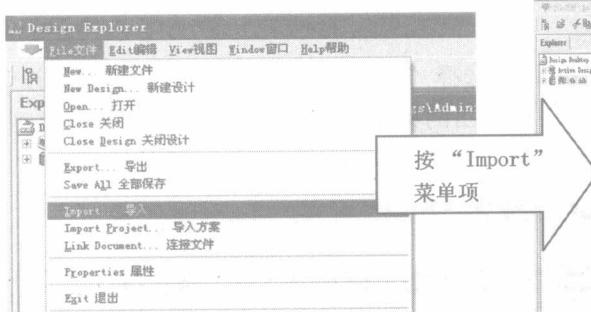
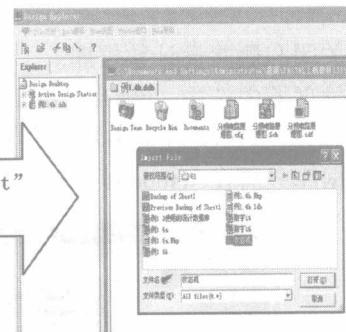

图 1-12 选择“Import”菜单项
图 1-13 “Import File”对话框
(1) 打开或者创建一个用于存放导人文档的项目数据库。选定教材用的原文件/01/例 1.4b.ddb，选择“打开”命令。在项目数据库中打开用于存放导人文档的文件夹（也可以放在文件夹外面，本例即如此）。
(2) 选择“File”菜单，然后在弹出的下拉菜单中选择“Import”菜单项，如图 1-12 所示，进入图 1-13 所示页面。在“Import File”对话框中选择“状态机.sch”文件，单击“打开”按钮，在例 1.4b 设计库中就增加了一个“状态机.sch”文件。